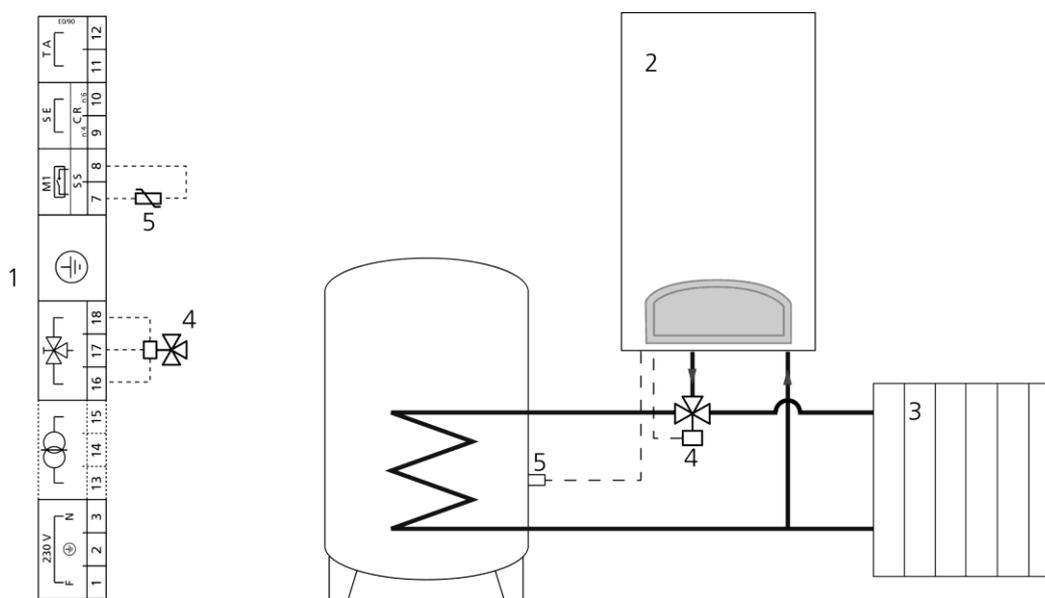

Figura 26
- realizzare il circuito idraulico rappresentato in Figura 26